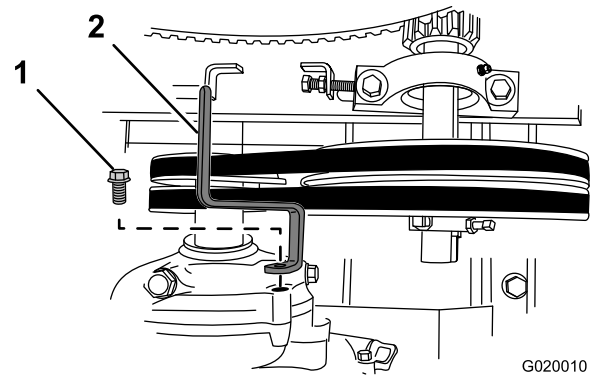

Figure 58
- Retirez le boulon qui fixe le guide de courroies au moteur, et déposez le guide (Figure 58).
7. Fixez légèrement le guide de courroies au moteur (Figure 58) avec le boulon retiré à l'opération 3 de Dépose des courroies (page 38).